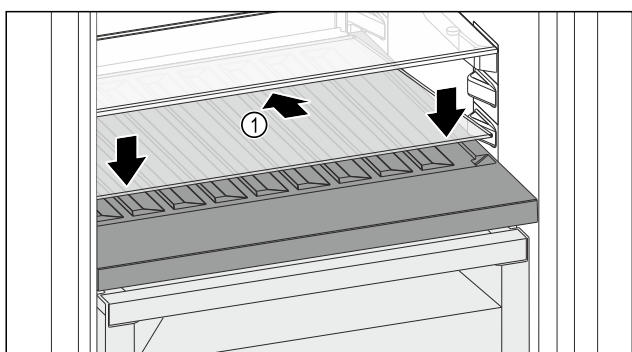

Fig. 100
- Nasadte sklenú dosku Fig. 100 (1) šikmo a naklonenú smerom dozadu nadol.
- Spustite sklenú dosku Fig. 100 (1) vpredu.